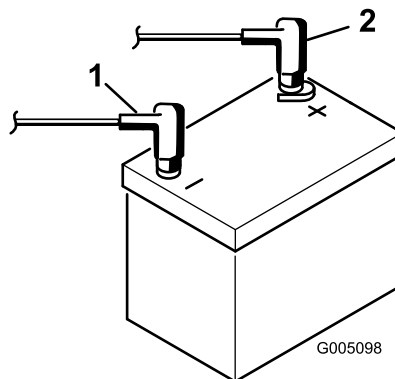

图 44
1. 断开电池的负极接线黑色然后断开电池的正极接线红色图 44。
6. 使用先前卸下的螺栓和螺母将正极红色接线连接到正极 + 电池端子负极黑色接线连接到负极 - 电池端子图 44。将橡皮套滑动到正极电池端子上防止可能发生的短路情况。